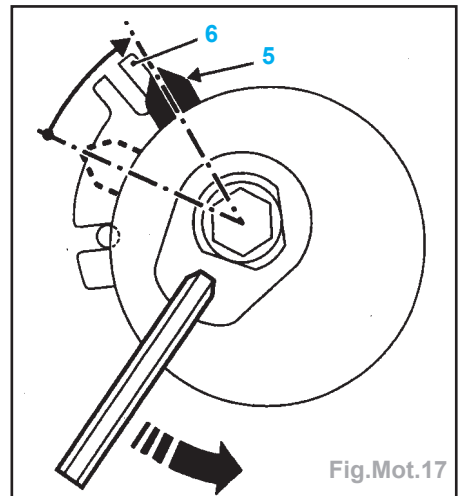

Fig.Mot.17
- L'index mobile (5) du galet tendeur doit être aligné avec l'arête (6) (Fig.Mot.17).